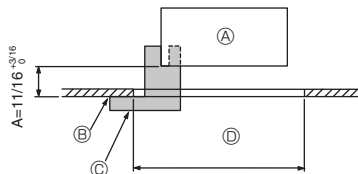
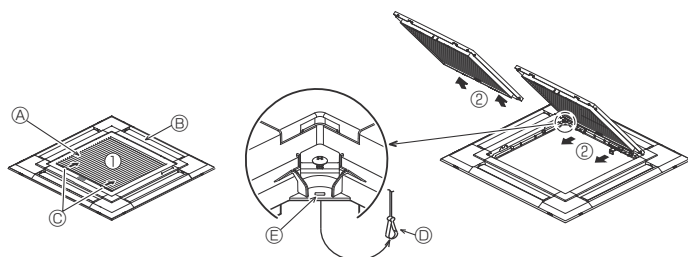

Fig. 9-2
Fig. 9-3
①	Dimensiones de la rejilla	1	950 × 950 (mm), 37-3/8 × 37-3/8 (pulgadas)
②	Calibre de instalación	1	(Dividido en 4 partes)
③	Tornillo (4 × 16)	1	para PLP-40EAU, PLP-40EAEU
④	Panel angular del i-see sensor	1	para PLP-40EAEU
9.2. Preparación para conectar la rejilla (Fig. 9-2)
- Con el calibre ② que se entrega con este equipo, ajuste y compruebe la posición de la unidad principal en relación con la superficie del techo. Si la unidad principal no está colocada en el techo de forma adecuada, podrían producirse escapes de aire o generarse condensación.
- Ⓒ Calibre de instalación ② (insertado en la unidad principal)
9.2.1. Extracción de la rejilla de admisión (Fig. 9-3)
- Deslice las palancas en la dirección indicada mediante la flecha ① para abrir la rejilla de admisión.
- Con la rejilla de admisión en posición "abierta", extraiga la bisagra de la rejilla de admisión de la rejilla tal y como se indica mediante la flecha ②.
[Fig.9-3] [Fig.9-4]